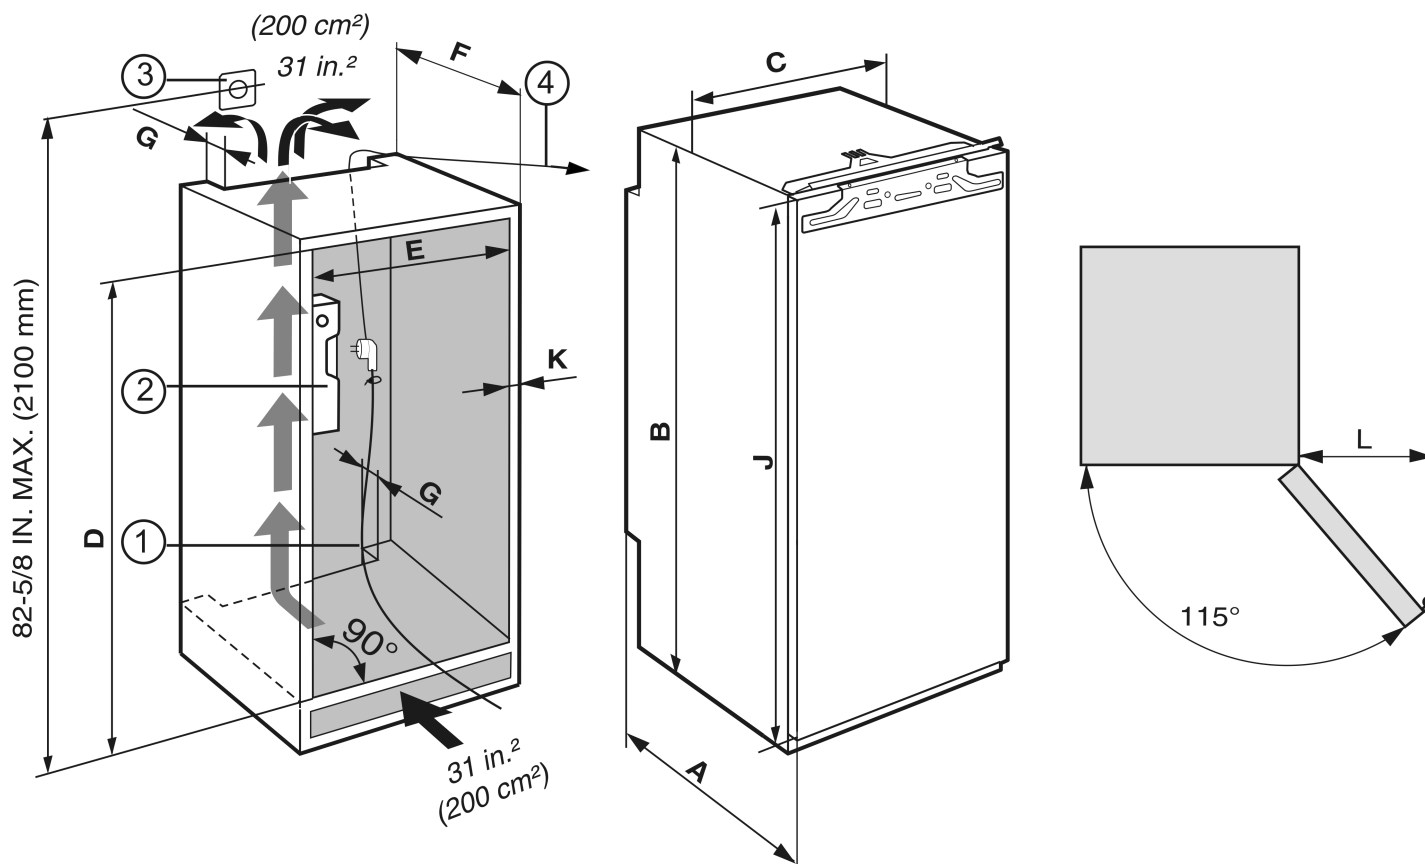

Fig. 4
- Construya el mueble de cocina con las medidas proporcionadas en la *Fig. 4*.
- Alinee el mueble de cocina utilizando un nivel de burbuja *Fig. 4 (2)* y una escuadra. Si es necesario, nivele el mueble de cocina utilizando suplementos.
- Respete las medidas de montaje que se indican en la *Fig. 4*.
► Controle las medidas de montaje según los datos especificados en la Fig. 4.